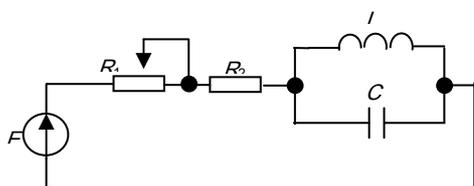

Рис. 4.2
- установить сопротивление цепочки $R = R_1 + R_2 = 9 \text{ кОм}$; собрать схему, показанную на рис. 4.2.;